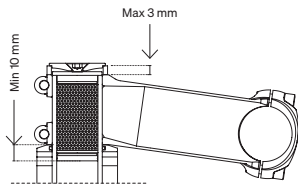

Fig. 5.2.2
- 3 • È possibile montare sopra l'attacco un spessore di 5 mm, in questo caso assicurarsi che l'expander soddisfi il punto 1 (Fig. 5.2.2).